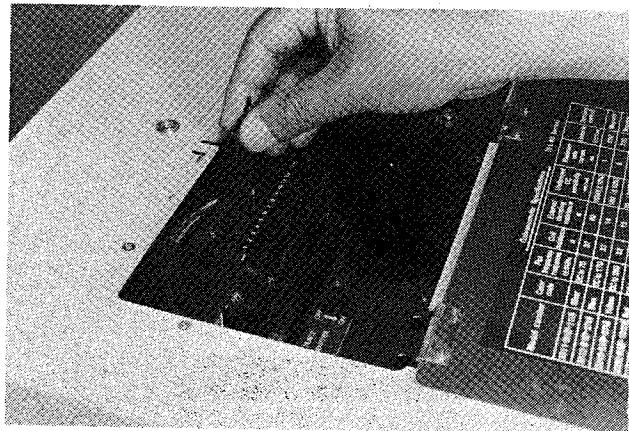

図3-5 光点の調整
- (1) 光点光量調整用絞り⑪を下方向いっぱいに回します。
- (2) 光点選択シャッタをONにします。
- (3) ガルバノメータのレンズ部に強い光が帯状にあたっていることを確認します。
- (4) 図3-5の様にスポット調整用スパナをガルバノメータの頭部にさし込み左右にまわし、光点観測窓⑫から光点を観測し任意の位置に光点をセットします。
- (5) 調整が終ったら上ブタをしめて下さい。